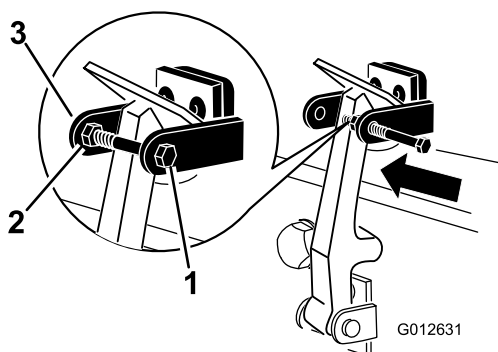

Figura 9
8. Instale el perno en el otro brazo del seguro de cierre del capó para bloquear la posición del cierre (Figura 9).